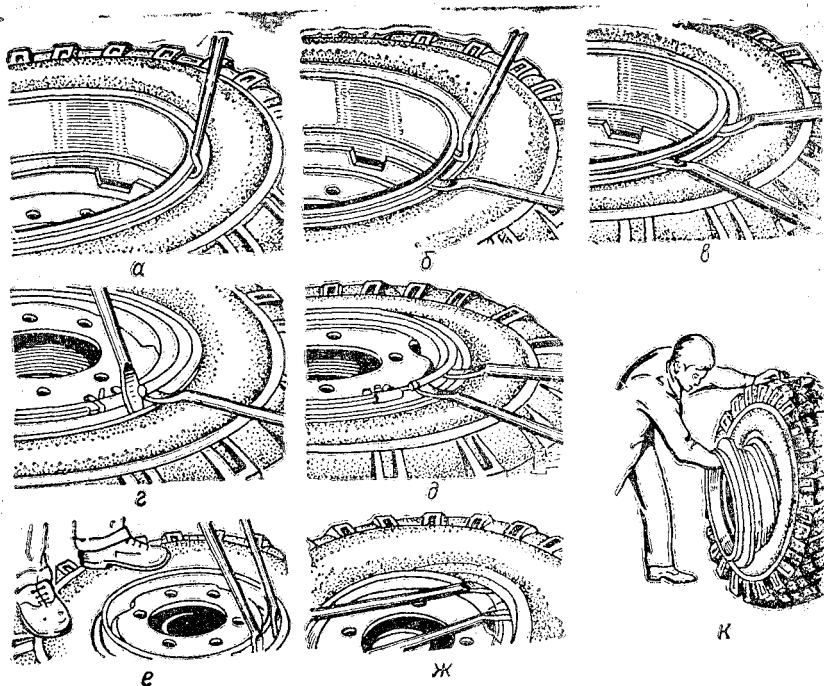

Рис. 36. Разборка колеса
изогнутый конец монтажной лопатки вставить между бортовым кольцом и фланцем обода в монтажный паз, отжать монтажной лопаткой бортовое кольцо вниз (рис. 36а);
в образовавшийся зазор вставить плоский конец прямой лопатки (рис. 36б), освободить первую лопатку, последовательно продвигаясь по окружности обода, вставляя концы обеих лопаток в образуемый зазор (рис. 36в) и осаживая борт шины через бортовое кольцо, снять его с посадочной полки обода;
3. Снять замочное и бортовое кольца. Для этого необходимо вставить плоский конец одной лопатки в паз, расположенный на торце замочного кольца. Второй лопаткой поднять этот торец замочного кольца, отжимая первой лопаткой конец кольца, выступающий из замочной канавки, выжать его вверх (рис. 36г). Удерживая выжатый конец второй лопаткой, освободить первую лопатку и завести ее плоский конец под кольцо. Выжимая кольцо монтажными лопатками по окружности колеса, снять замочное кольцо (рис. 36д). Снять бортовое кольцо.
4. Демонтировать борт шины: встать на участок борта шины, противоположный вентильному отверстию; в зоне вентильного отверстия завести плоские концы обеих лопаток между шиной и ободом (рис. 36е) на расстояние 150—250 мм одна от другой. Прикладывая усилия к монтажным лопаткам, вывести часть борта наружу (рис. 36ж), причем противоположная часть борта шины должна обязательно находиться в монтажном ручье. Удерживая демонтированную часть борта шины одной лопаткой, освободить другую и завести ее плоский конец между ободом и шиной на расстоянии 70—100 мм от места перехода борта шины наружу. Повторяя данную операцию, демонтировать борт шины полностью.
5. Утопить вентиль в полость шины. Поставить колесо в вертикальное положение. При этом нижняя часть борта шины должна находиться в монтажном ручье обода. Извлечь обод из шины, как показано на рис. 36к.